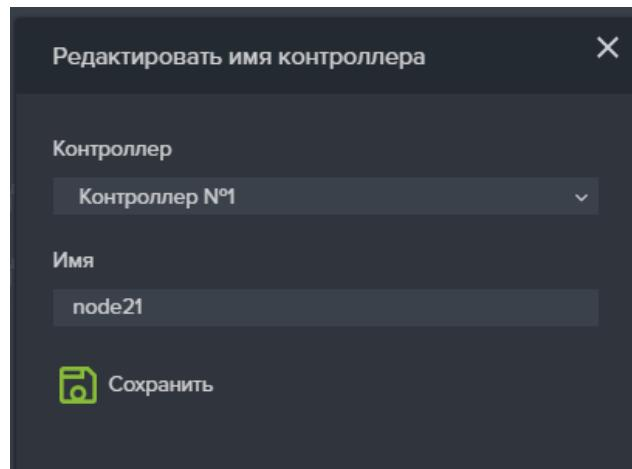

Рисунок 67. Окно редактирования имён контроллеров
4. Нажмите на кнопку «Редактировать имя контроллера», откроется одноименное окно (см. Рисунок 67);